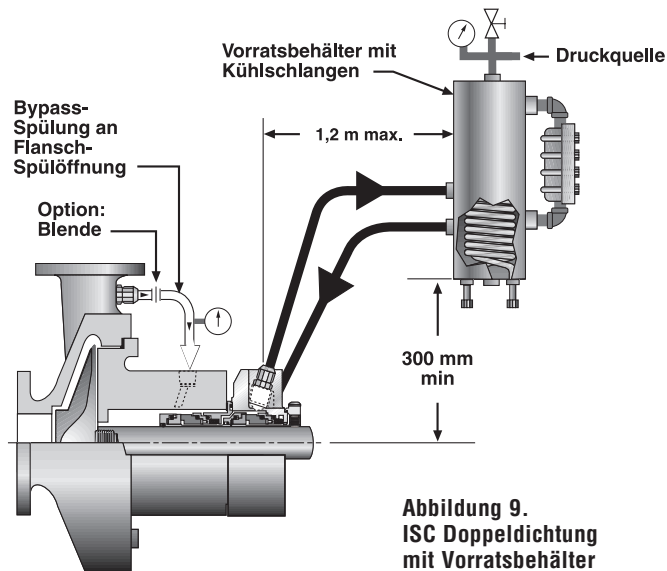

Abbildung 9.
8.2 **Bei druckbeaufschlagtem Doppeldichtungsbetrieb** (Doppel-Anordnung) bringen Sie eine saubere, kompatible Sperrflüssigkeit mit einem Druck von mindestens 1,7 bar oberhalb des Drucks im Dichtungsraum an die Eintrittsanschluß (siehe Abbildung 9). Der Druck der Sperrflüssigkeit darf den empfohlenen Höchstdruck